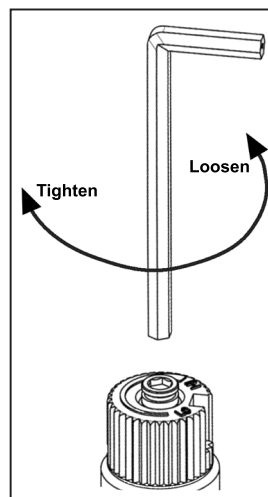

Figure 21: Retrait de la vis de valve.
- c) Insérez une clé Allen de 5/32" (4mm) dans la rainure de clavette hexagonale de la vis (voyez Figure 21), tournez-le anti-horaire jusqu'à ce qu'il soit libre et enlevez-le.
- f) Utilisant la clé Allen (voyez Figure 21) tournez la vis à l'horlaire jusqu'à un couple de 9in/lb. **Avertissement!** Ne pas trop serrer la vis. Il est recommandé que vous saisissez la clé par le côté court.